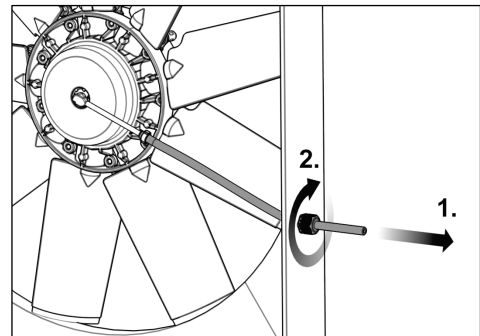

Fig. 32
24) Stram trykslangen (se Fig. 32 trin 1), så luftindtagsenheden kan dreje let (maks. 15°).
25) Fastgør trykslangen med trækafastningen (se Fig. 32 trin 2).